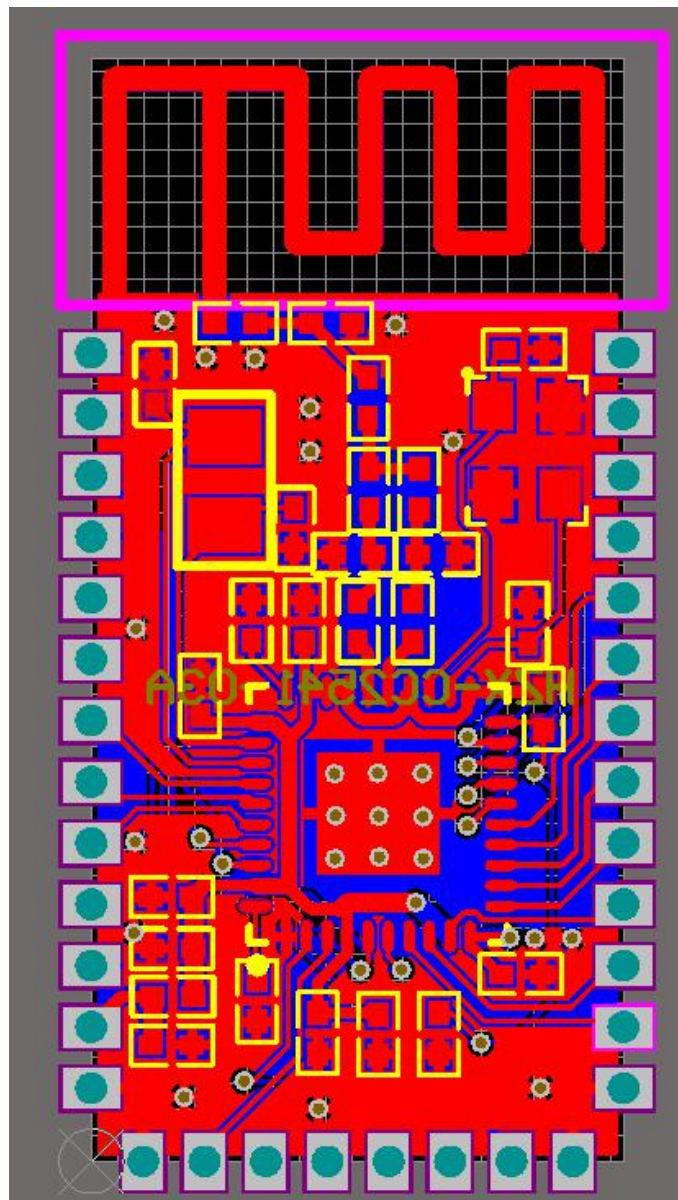

图 4
- (1)将天线放置在 PCB 板的边缘或角落上。
- (2)确保天线下面的每一层都没有信号线或者铜箔。
- (3)最好将图 4 中天线位置紫色方框处挖空，以保证其 S11 受影响很小。